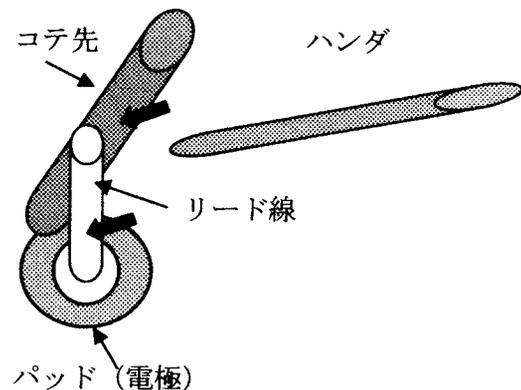

Fig. 1 ハンダ付けのコツ
- ・ Fig. 1 に示すように、コテ先をパッドとリードの両方に当て、7 つ数える。その後、ハンダをコテ先かリード線のどちらか(図中の赤矢印)に当て、ハンダを溶かし、流し込む。